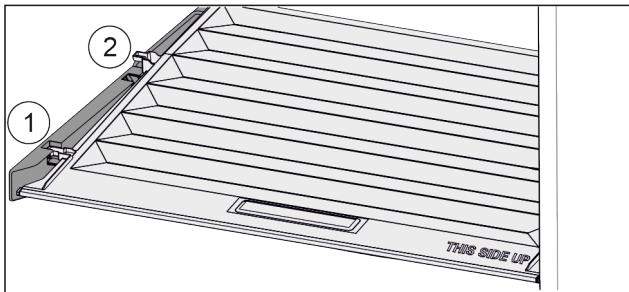

Fig. 89
- Veko potiahnite dopredu až k otvoru v prídržných dieloch Fig. 89 (1).
- Vzadu ho nadvihnite zospodu a zložte smerom nahor Fig. 89 (2).